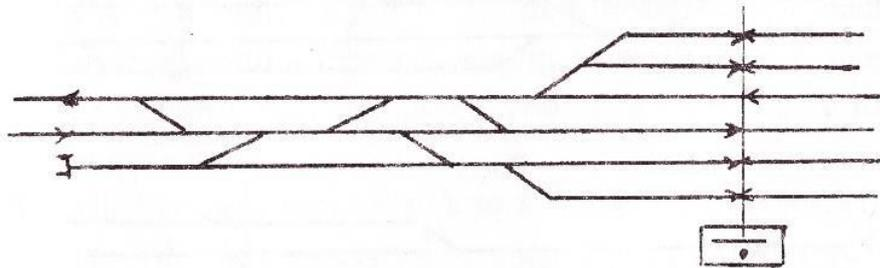

Рис.6
6. На схематическом плане четной горловины станции (рис.6) пронумеруйте пути и стрелки, произведите расстановку изолирующих стыков, входных, выходных и маневровых светофоров. Составьте таблицу маневровых маршрутов.